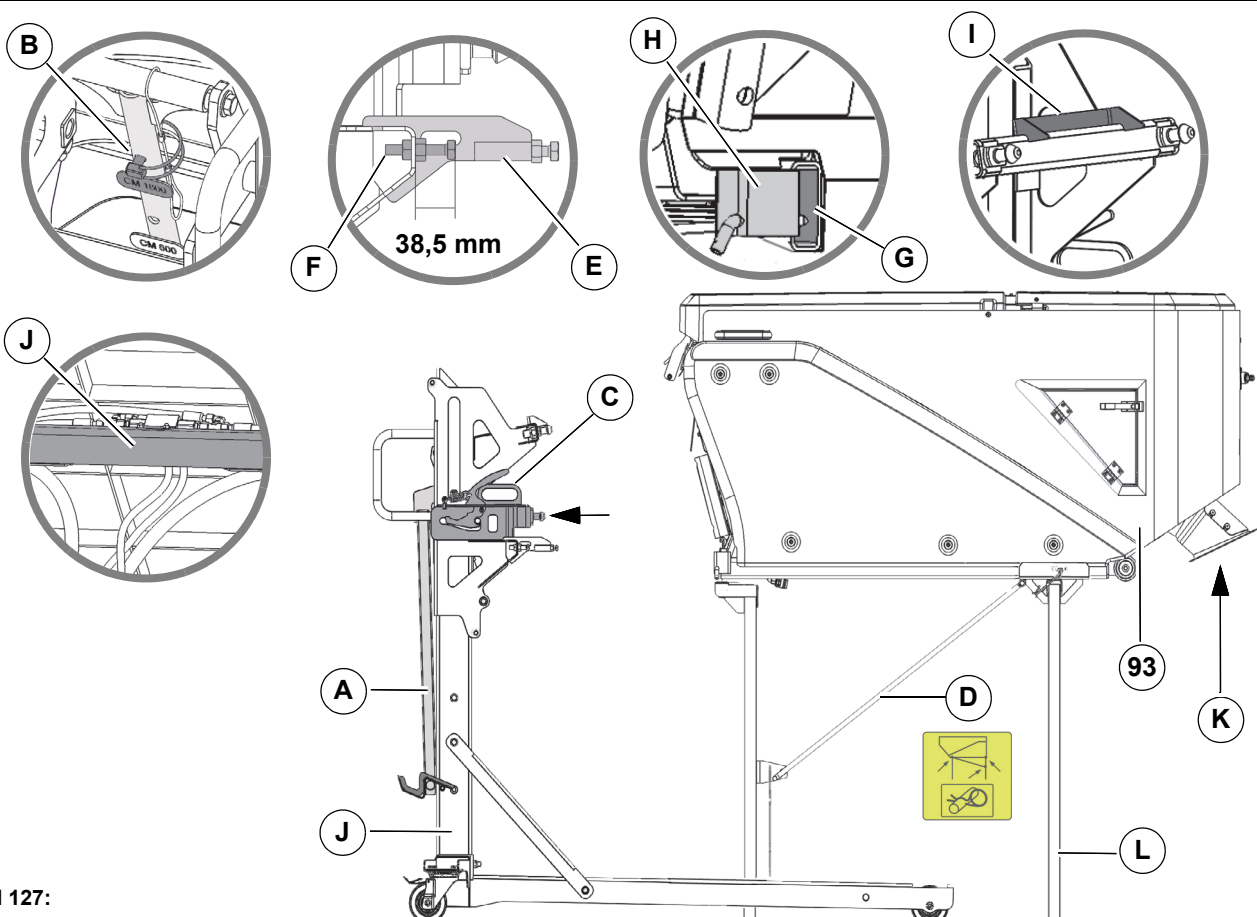

Bild 127:
Risk för personskador på grund av tippning! Kontrollera att tvärstaget **Bild 127-D** är placerat på avställningsstöden **Bild 127-L** (tillval) under transporten av sopmaterialbehållaren. Lås avställningsstöden med bultar och fjädersaxpinnar.
6. Använd den nedre positioneringshjälpen **Bild 127-E** för att skjuta rullvagnen **Bild 127-J** (tillval) till balkarna **Bild 127-G** och skjut den mot sopmaterialbehållarens fasta lager **Bild 127-H**. Skruvens inställningsmått **Bild 127-F** måste vara 38,5 mm!
7. Sänk försiktigt ner rullvagnens spak **Bild 127-A** och se till att den övre positioneringshjälpen **Bild 127-I** är placerad bakom sopmaterialbehållarens plåt **Bild 127-J**. Säkra spaken.
8. Ta bort avställningsstöden **Bild 127-L**. Dra ut fjäderkontakten och bultarna.
Skydda sugrörets tätning **Bild 127-K** med en täckplåt för monteringen.